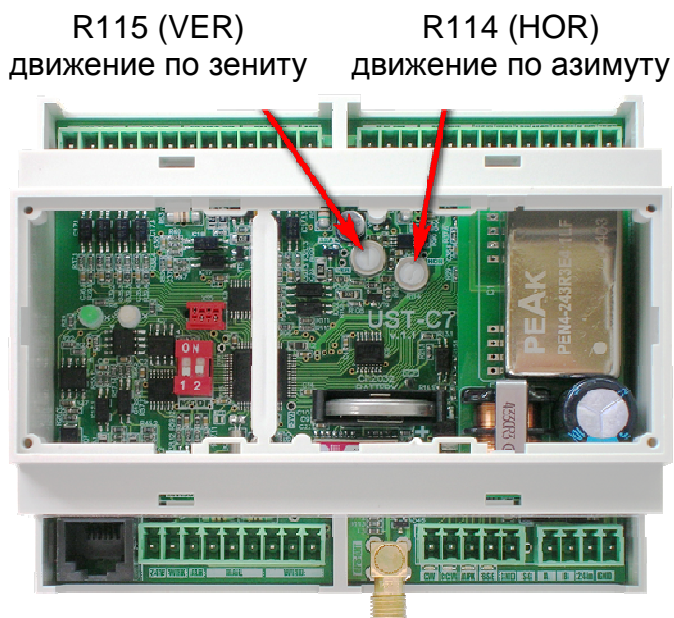

Рисунок 2.1 – Положение потенциометров подстройки порога срабатывания защиты от перегрева двигателей
- найти на плате контроллера подстроечные резисторы (потенциометры) R114 (HOR) для азимутальной оси и R115 (VER) – для зенитной оси (см. рисунок 2.1);